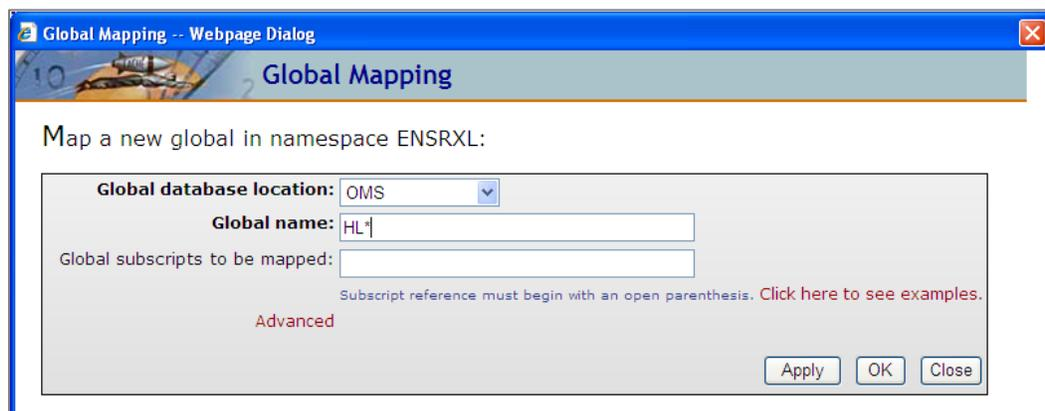

Figure 5-4: Global Mapping dialog
4. Click **New Global Mapping** (Figure 5-4).